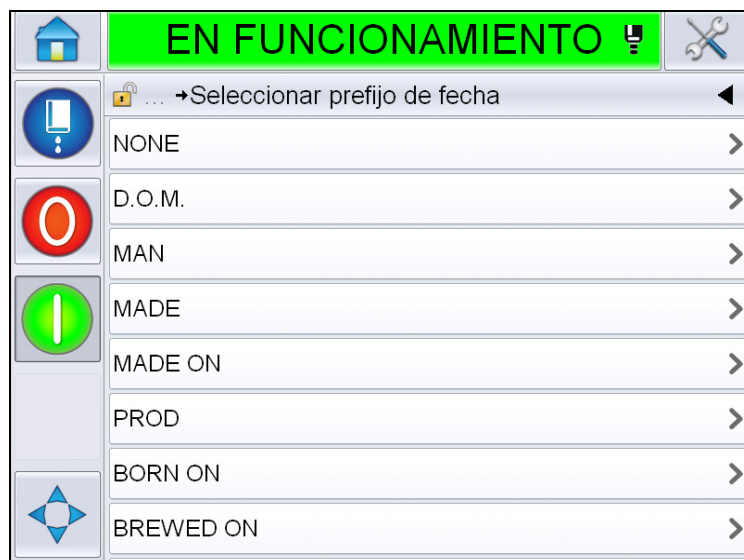

Figura 5-26: Página Date Prefix (Prefijo de fecha)
- 5 Seleccione el tipo de fecha. Muestra la página *Select Date Prefix (Seleccionar prefijo de fecha)* (Figura 5-26).